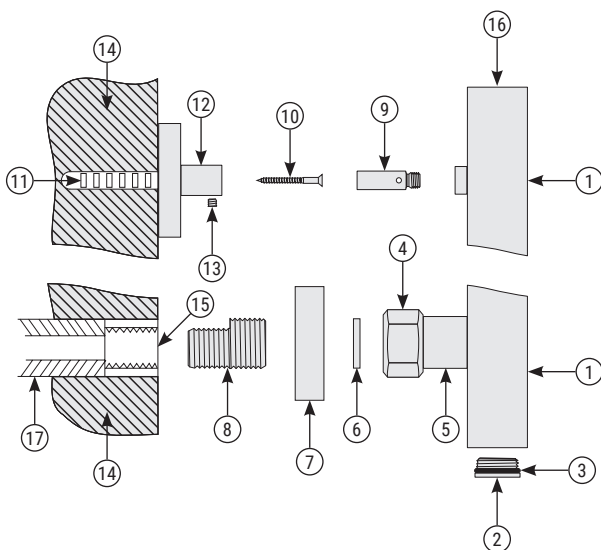

Рис. 1
5.1. Сборку и установку изделия производить согласно схеме (рис. 1).
5.8. Для герметизации резьбовых соединений производитель комплектует изделие прокладками собственно изготовления (см п. 3.5 и рис. 1 «3», «6»).